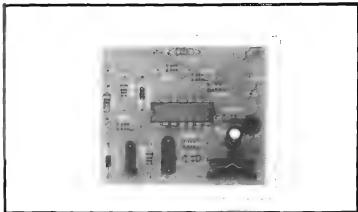

Fig.1
- FIG. 1 - O CIRCUITO - Tudo, no circuito do AMU, está centrado num Integrado dedicado, industrialmente criado justamente para funções desse gênero, o LM2917N...! Trata-se de um chip de 14 pinos DIL, que embute não só um conversor Frequência/Tensão, mas também um comparador de Tensões muito preciso e uma Saída a transistor interno, capaz de acionar diretamente cargas sob até 50mA, tipicamente sob uma alimentação de 12 VCC (através do seu pino 5). Os sinais cuja Frequência é usada pelos módulos internos do LM2917N para suas primeiras "conversões", são recolhidos diretamente no platinado do veículo, e entregues ao pino de Entrada do Integrado (1), através de uma rede de atenuação, filtragem e proteção determinada pelos resistores de 10K-10K-22K, capacitor de 22n e diodo zener de 12V x 0,5W (o ambiente elétrico de um carro é - normalmente - muito "poluído" por pulsos de sobre-Tensão capazes de inutilizar o Integrado, se não houvesse tal rede inicial de proteção e "conformação" dos pulsos...). Os demais resistores/capacitores do circuito, polarizam os blocos internos do LM2917N, além de tornarem possível